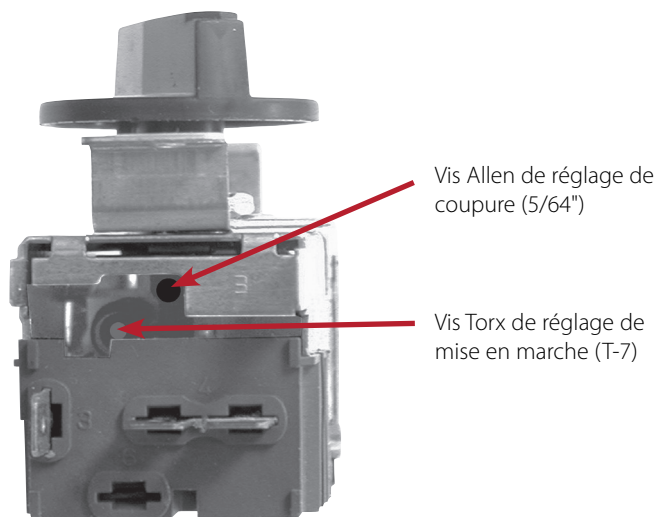

Figure 1. Emplacements des vis de réglage d'enclenchement et de coupure en bas de commande.
4. Tournez les vis de réglage d'enclenchement et de coupure (voir fig. 1) en sens horaire de la quantité voulue.